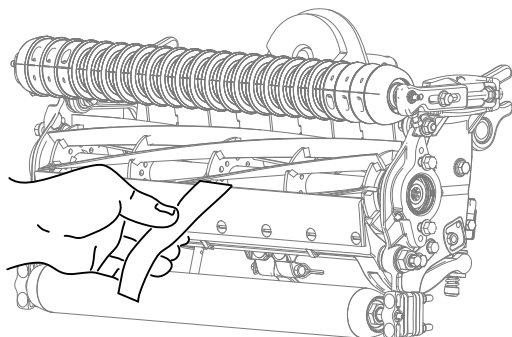

Figura 7
2. Pruebe el rendimiento de corte insertando una tira larga de papel de prueba del rendimiento de corte (Pieza Toro 125-5610) entre el molinete y la contracuchilla, perpendicular a la contracuchilla (Figura 7). Gire el molinete lentamente hacia adelante; debe cortar el papel.